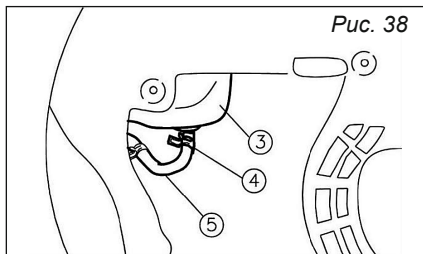

Рис. 38
2. Удерживайте и поднимите зажим ④, затем снимите шланг ⑤ с бака, *рис. 38.*